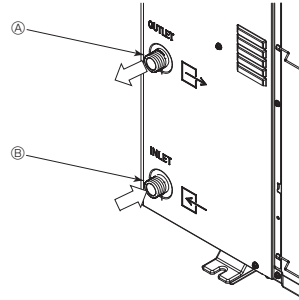

Fig. 6-1
6.1. Vandens vamzdelių prijungimas (Fig. 6-1)
- Įleidimo ir išleidimo vamzdelių padėtis yra parodyta Fig. 6-1.
[Fig. 6-1]